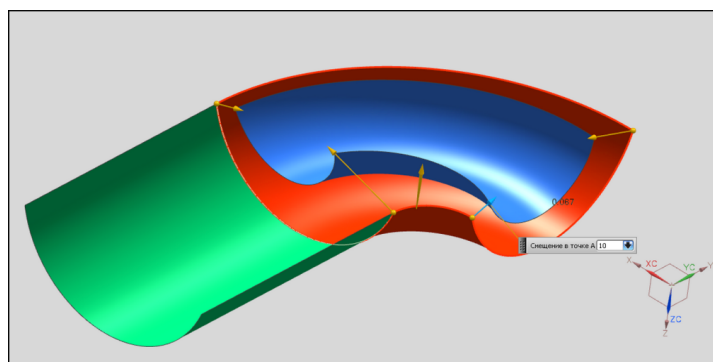

Рис. 1.35. Поверхность свободной формы, созданная с помощью опции **Переменное смещение**
- курсором выделяется грань (рис. 1.35);
- после нажатия клавиши **ОК** в графическом окне создается поверхность, переменного смещенная от грани (рис. 1.35).